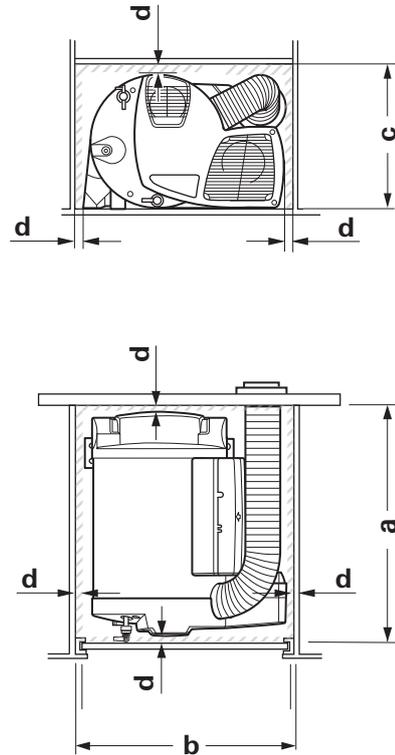

Figura 8
- La distanza tra l'apparecchio e le parti del veicolo o di mobilio limitrofe deve essere di almeno 10 mm su tutti i lati (almeno 5 mm rispetto al lato dell'attacco dell'acqua) (Figura 8).